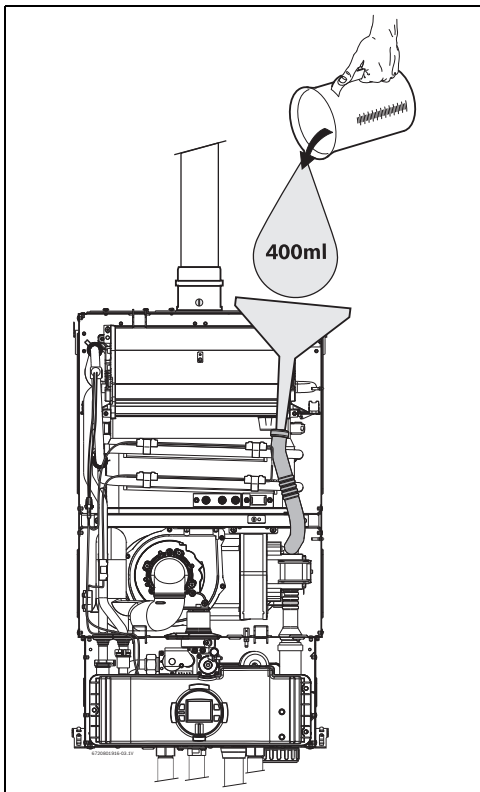

Рис. 34 Заполнение устройства для сбора конденсата после установки
- ▶ Заполните устройство для сбора конденсата, налив примерно 14 унций (400 мл) воды в верхнюю часть дренажной трубки. Во избежание повреждения прибора используйте воронку, см. Рис. 34 .